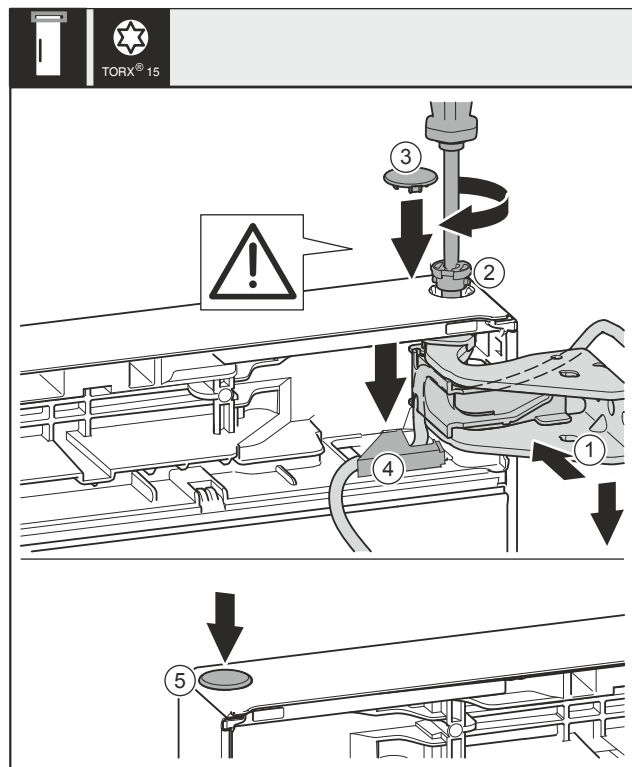

Fig. 45
- Alinee la puerta en la parte superior con el orificio en el soporte del cojinete Fig. 45 (1).
- Inserte el perno Fig. 45 (2) y apriételo con un destornillador.
- Monte la cubierta de seguridad para asegurar la puerta: Introduzca la cubierta de seguridad Fig. 45 (3) y compruebe que se apoya en la puerta. De lo contrario, inserte los pernos completamente.
- Inserte la cubierta Fig. 45 (4) y presiónela hacia abajo hasta que encaje en su sitio.
- Inserte el tapón Fig. 45 (5).